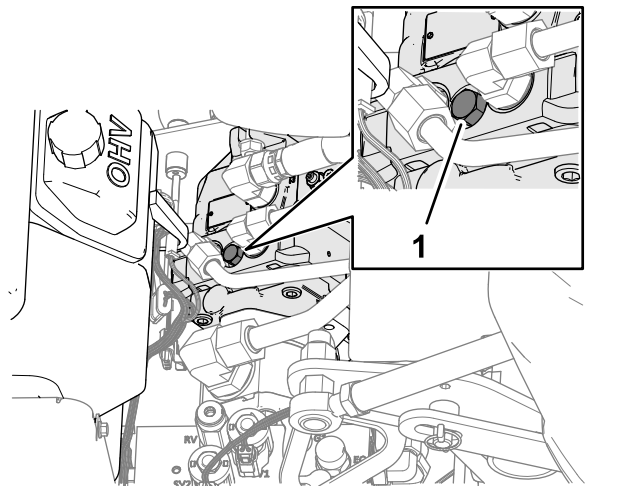

図 129
**注** バイパスバルブねじのカバーは 図 129 にあります。